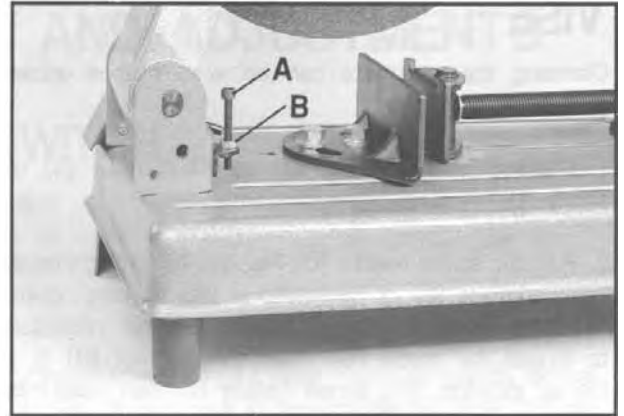

Fig. 14
Anhand der Anschlagsschraube (A) Abb. 14 kann die Abwärtsbewegung der Scheibe begrenzt werden. Die Einstellung erfolgt, indem die Kontermutter (B) gelöst wird und die Anschlagsschraube (A) je nach Wunsch hinein- oder herausgedreht wird. Dann muss die Kontermutter (B) wieder festgezogen werden.